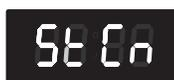

Figure 16 : Nettoyage à la vapeur sélectionné
4. Appuyez sur **steam clean** (nettoyage à la vapeur). **StCn** (nettoyage à la vapeur) s'affichera sur le tableau de commande (voir Figure 16).